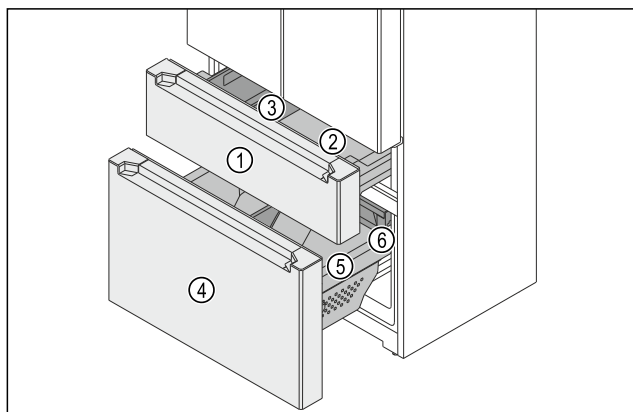

Fig. 147 Wózki wysuwane zamrażarki
Zamrażarka składa się z dwóch wózków wysuwanych. W górnym wózku wysuwanym Fig. 147 (1) znajduje się pojemnik Fig. 147 (2) oraz FlexBox Fig. 147 (3). W dolnym wózku wysuwanym Fig. 147 (4) znajduje się duży pojemnik Fig. 147 (5) oraz szuflada Fig. 147 (6). Pojemniki można wyjąć z górnego i dolnego wózka wysuwanego w celu wyczyszczenia.